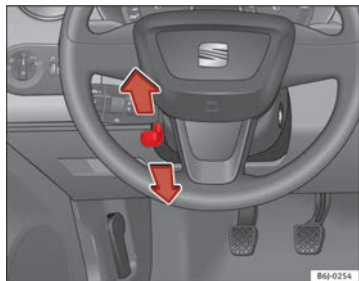

Fig. 96 Regolazione in altezza del volante
- Abbassare la leva ⇒ fig. 96 che si trova sotto il piantone dello sterzo ⇒ ⚠.
- Posizionare il volante nel modo desiderato ⇒ fig. 96.
- Regolare il sedile del conducente o la posizione del volante in modo tale che la distanza tra il volante stesso e lo sterno del conducente sia di almeno 25 cm ⇒ fig. 96. Se la distanza minima non viene rispettata, l'efficacia del sistema degli airbag si riduce, con gravi rischi per l'incolumità delle persone (non escluso quello di morte).